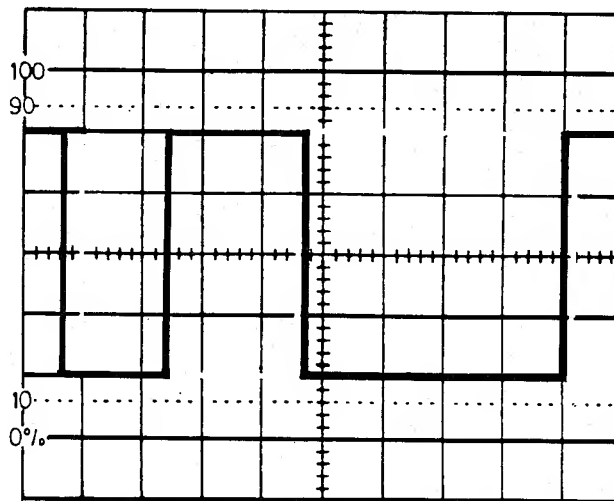

Abb. 4.2
22. Sie sehen nun, daß der rechte Teil des Strahls zeitlich gedehnt erscheint (vgl. Abb. 4.2).